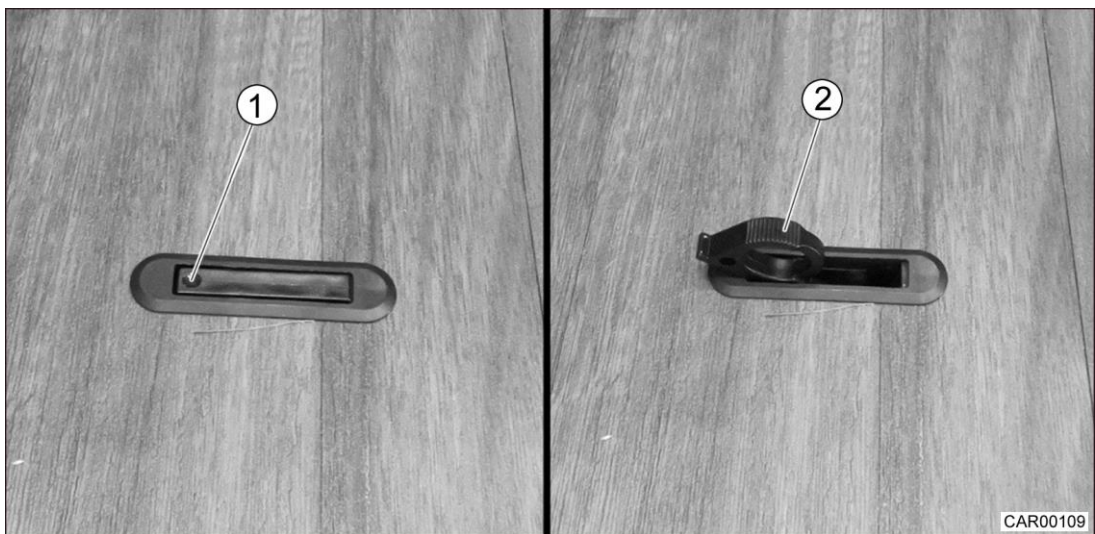

Fig. 95 Dispositif de fermeture dans les trappes de plancher
1. Enfoncer le dispositif de fermeture au niveau du marquage (Fig. 95/1). Le levier à poignée (Fig. 95/2) pivote vers le haut.
1. Fermer la trappe et rentrer le levier de la poignée (Fig. 95/2).